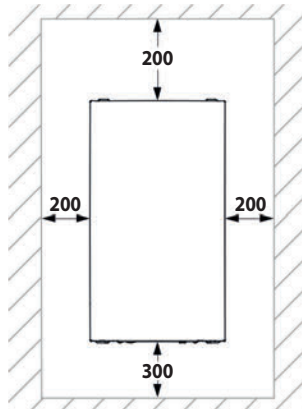

Figura 4.1
- Lasciare intorno all'apparecchio le distanze minime (mm) indicate in Figura 4.1.